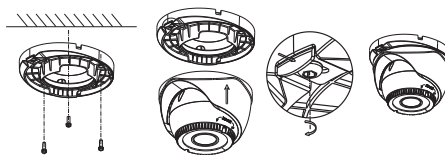

图3-9 安装底座及装上球体
- 3.使用螺钉将底座按照安装贴纸固定在墙面上，然后将球体向上推入底座，并拧上固定螺钉，如图3-9所示。